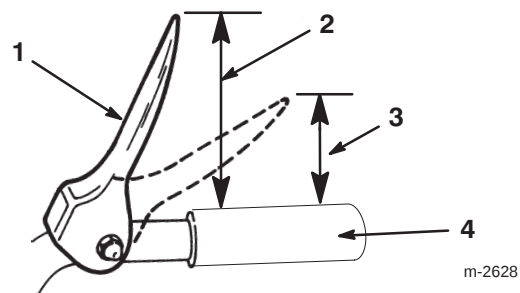

Figura 11
3. Regolate verso l'alto o il basso il dado di bloccaggio flangiato sull'asta di trazione superiore, finché la distanza tra l'estremità superiore dell'impugnatura e l'estremità inferiore della leva di comando della trazione non è di circa 12,7 cm, come riportato nella Figura 11.
Nota: La regolazione è esatta quando le ruote cessano di girare indietro e la distanza fra la parte superiore dell'impugnatura e la base della leva di comando della trazione è di 7,6 – 10,2 cm., come riportato nella Figura 11.